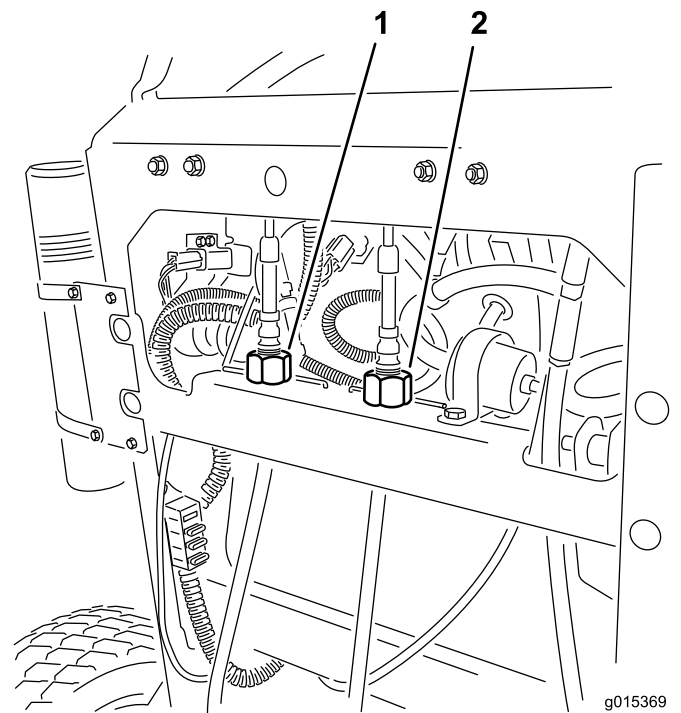

Bild 57
4. Drehen Sie die rechte Kabeleinstellung so, dass der rechte Fahrtriebshebel in der Mittel des Arretierungsschlitzes für Neutral am Armaturenbrett ist (Bild 57).